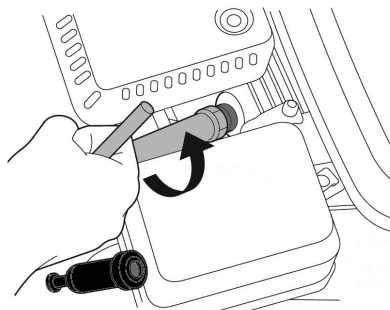

Рис. 24. Обслуживание свечи зажигания
- Открутите свечу зажигания свечным ключом (Рис. 24).